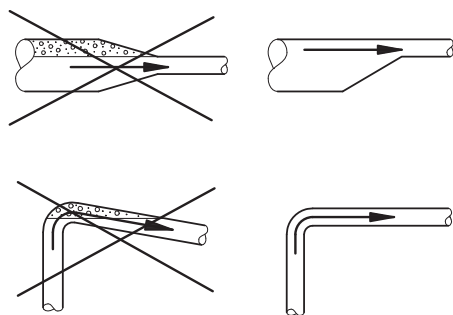

Рис. 4 Установка всасывающего трубопровода
- Оптимальным является такой монтаж установки, при котором она максимально близко установлена к источнику перекачиваемой жидкости. Установка JPD PT должна устанавливаться в горизонтальном положении. Внутренние диаметры трубопроводов не должны быть меньше диаметра патрубков насоса. Рекомендуется во всасывающей магистрали предусматривать установку обратного клапана. Всасывающий трубопровод должен быть установлен таким образом, чтобы исключить перегибы, образование воздушных карманов и любых других ограничивающих поступление воды факторов (см. рис. 4).